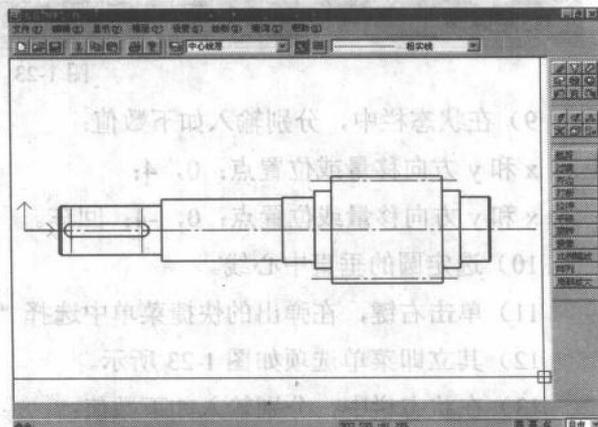

图 1-21 修剪完成
7) 单击右边工具栏中的  图标, 在其下拉工具栏中, 单击  命令, 在其立即菜单中选择“快速裁剪”命令, 单击不需要裁剪的线段, 结果如图 1-21 所示。